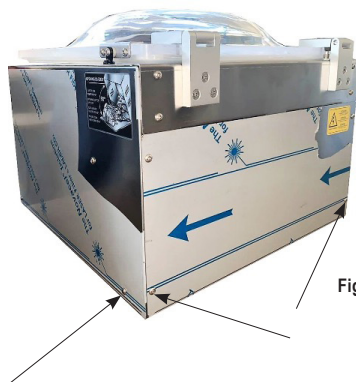

Fig. 6
- Accédez à l'intérieur de la machine en dévissant les 2 vis arrière et les 2 vis latérales du carter et en tournant ce dernier de 90° (Fig. 6).